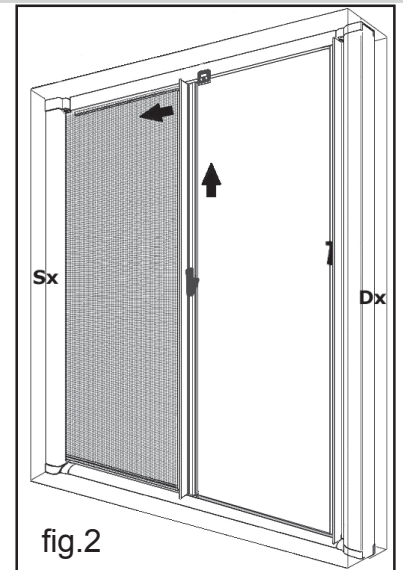

fig.2
- Per sganciare l'anta fissa, sollevare la barramaniglia fino allo sgancio (fig.2).